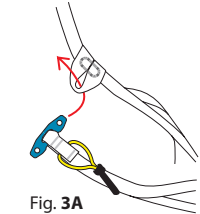
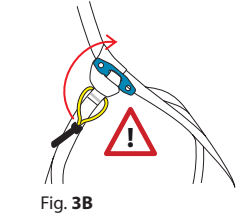

Fig. 3A
Fig. 3B
5. Chiudere il cosciale passando la fibbia [b] verso l'alto attraverso l'anello di collegamento [c] come mostrato in fig.3A, avendo cura che il posizionamento sia planare (fig.3B). Completare il fissaggio del cosciale facendo passare l'elastico di sicurezza [f] sopra la fibbia metallica del cosciale affinché questa non possa muoversi all'interno dell'anello di collegamento (fig.3C).